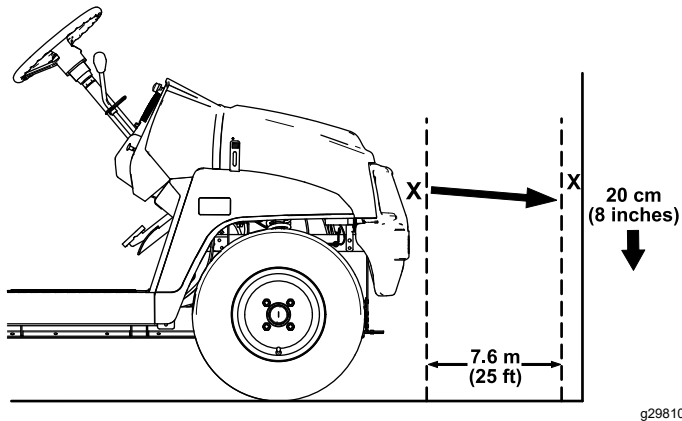

Figura 55
1. Aparque la máquina en una superficie nivelada con los faros a unos 7.5 m (25') de una pared (Figura 55).
La parte más brillante del haz del faro debe estar a 20 cm (8") por debajo de la señal hecha en la pared (Figura 55).